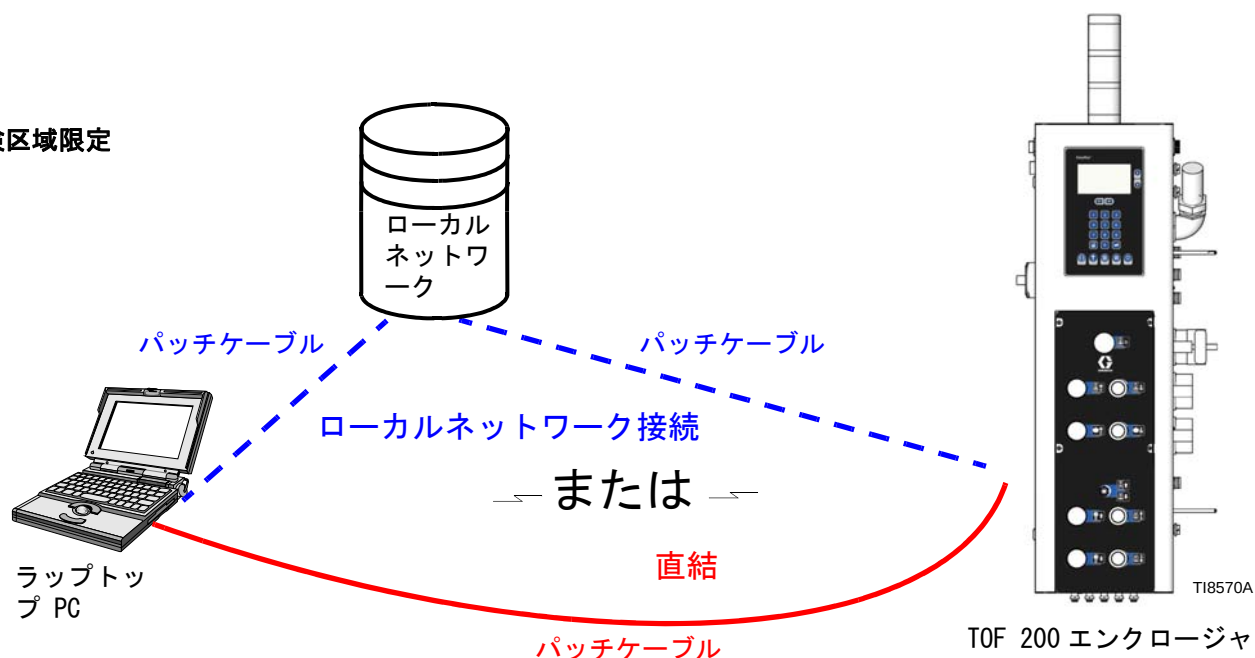

図 30: ネットワークの選択
- ローカルネットワーク接続（最も一般的です）ローカルネットワークからのパッチケーブルを T0F 200 ウェブインターフェース接続に挿入します。図 30 と 85頁を参照ください。
- PC の端子からの T0F 200 のクロスオーバーケーブルを T0F 200 ウェブインターフェース接続に直結接続します。図 30 と 88頁を参照ください。